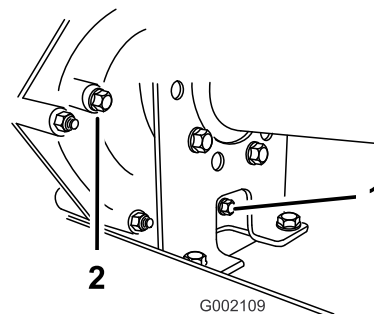
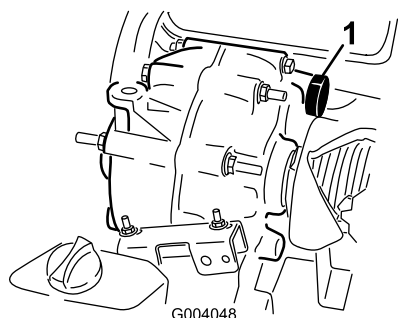

Figure 50
Figure 51
2. Essuyez la surface autour des bouchons de remplissage et de vidange avec un chiffon (Figure 50).
4. Dévissez et enlevez le bouchon de remplissage (Figure 50).
5. Dévissez et enlevez le bouchon de vidange (Figure 50).
6. Remettez et serrez le bouchon de vidange et le joint dans le trou de la transmission (Figure 50).
7. Versez par le trou du bouchon de remplissage du réservoir (Figure 51) environ 1,4 litre du liquide spécifié ou la quantité de liquide nécessaire pour que le niveau de liquide atteigne le bas du filetage. (Figure 50).
8. Remettez et serrez le bouchon de remplissage et le joint dans le trou de la transmission (Figure 50).
10. Contrôlez le niveau de liquide et faites l'appoint si le niveau est en dessous du filetage du trou du bouchon de remplissage (Figure 50).